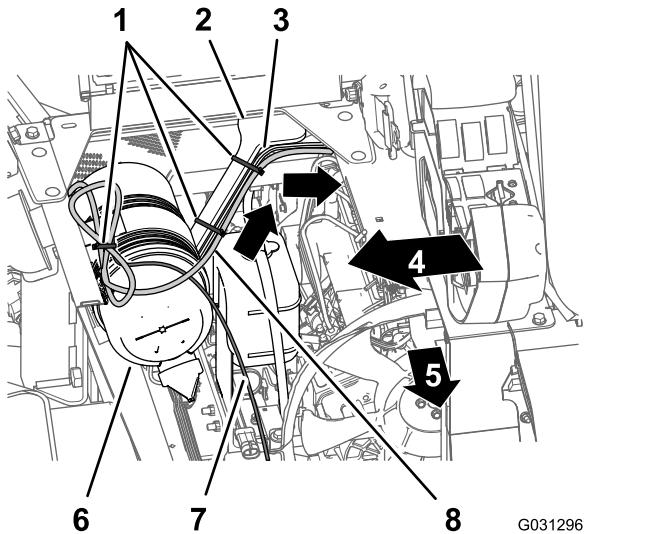

Figura 138
- Disponete la diramazione da 220 cm del cablaggio elettrico per il sistema di navigazione attraverso l'angolo della cassetta del sedile e verso il basso, lungo il supporto sinistro della copertura del motore (Figura 138).
2. Fissate il cablaggio al supporto della copertura del motore mediante fascette per cavi (Figura 138).